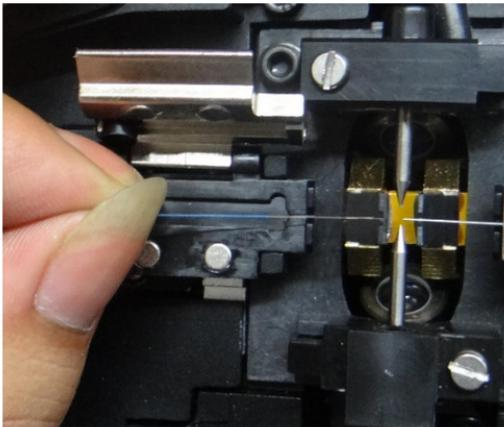

Abbildung 5.1
1. Legen Sie die Faser mit guter Oberfläche in die V-Nut, um die Verschmutzung zu entfernen (siehe Abbildung 5.1).